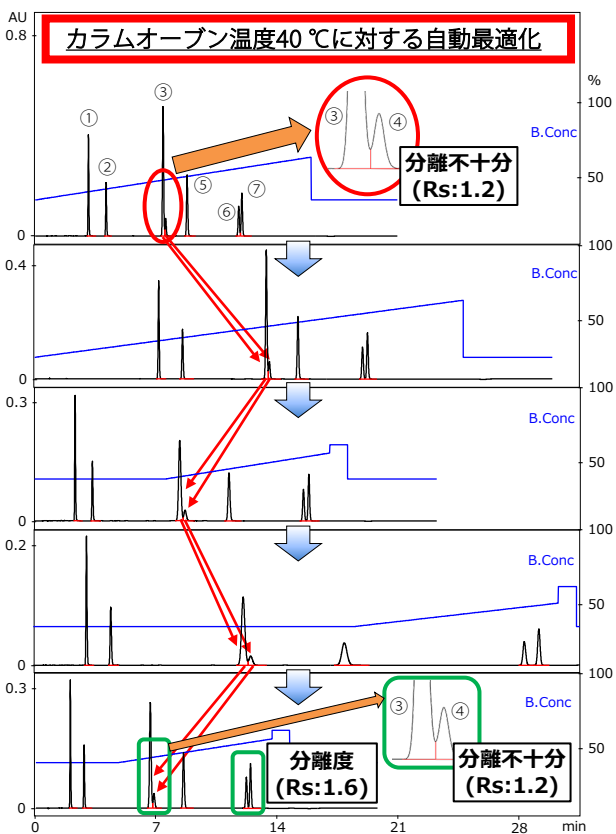

図4 カラムオープン温度40℃でのグラジエント条件の自動最適化結果
複数のカラムオープン温度 (30、40、50℃) に対してグラジエント条件を自動最適化した結果をそれぞれ図3~5に示します。最小分離度1.5のクライテリアに対して、カラムオープン温度が30℃の場合は、初期分析において⑥と⑦のピークが分離不十分 (図3赤丸内) であり、カラムオープン温度が40℃と50℃の場合は、③と④のピークが分離不十分 (図4、5赤丸内) でした。その後、「AIによるグラジエント条件の改良」と「改良された条件での分析の繰り返し」により、カラムオープン温度が30℃においては、最終的にクライテリアを満たすグラジエント条件が自動探索されました (図3緑枠内)。一方、カラムオープン温度が40℃と50℃においては、グラジエント条件の自動最適化を適用しましたが、③と④のピークが分離度のクライテリアを満たすことができませんでした。これらの結果より、本サンプルに関しては、すべてのピークの見分け度1.5以上が達成できるカラムオープン温度30℃が最適であることがわかりました。このように、グラジエント条件とカラムオープン温度を同時に検討し、効率的に分離の最適化が可能です。また、クロマトグラフィーの経験の有無によらず誰でも簡単にクライテリアを満たす条件の探索ができます。